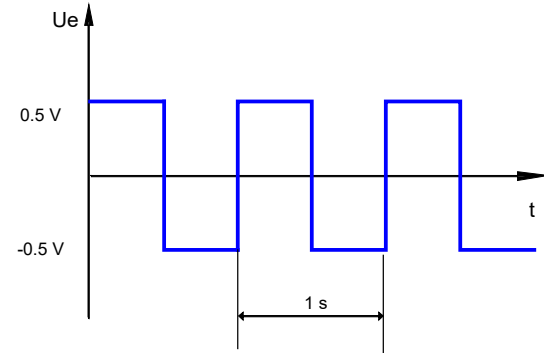

Figura 2
3. Si la tensión de entrada U_e es la indicada en la figura 2, representar en una misma gráfica la evolución temporal de la tensión U_{s1} y dicha entrada.